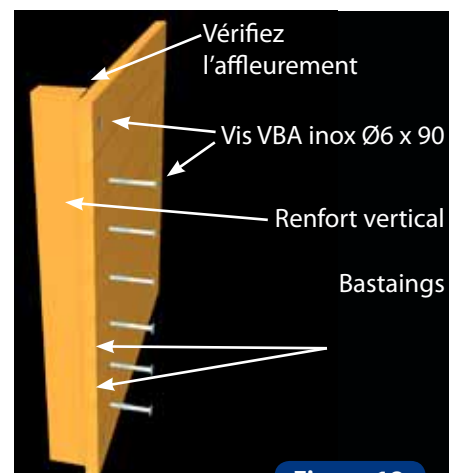

Figure 18
- Terminez l'assemblage des renforts en mettant 1 vis par bastaing (figure 18) et corrigez les éventuels gauchissements du bois (des bastaings).